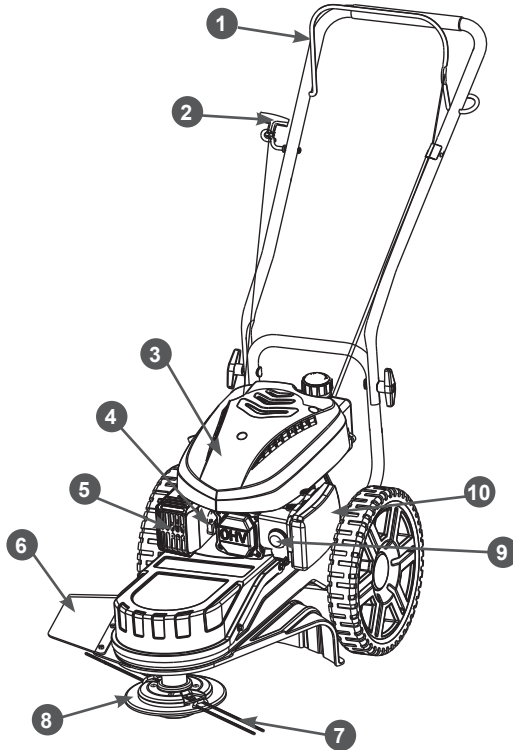

Рис.1 Основные узлы и органы управления
Расположение основных узлов и органов управления газонокосилки представлено на Рис.1.
Перед запуском двигателя, несколько раз задействуйте рычаг (1) остановки двигателя Рис. 1. Проверьте, что тросик остановки двигателя движется свободно, и что рычаг остановки двигателя работает должным образом.